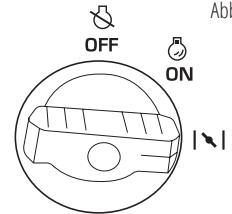

Abb. 2
4. Stellen Sie den 3-in-1-Schalter auf „Starterklappe“ (Abb. 2).
6. Stellen Sie den 3-in-1-Schalter auf „ON“(Abb.2)..